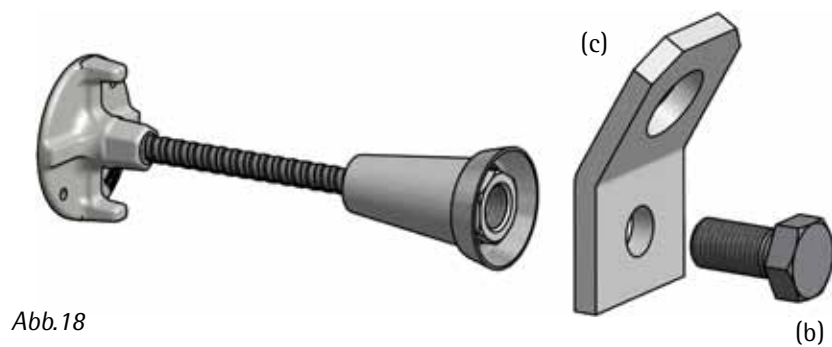

Abb. 18
4. Befestigung Abspannung (Abb.18)